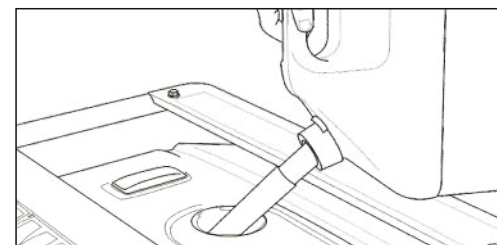

Рисунок 38 – Уровень топлива
• Постепенно заливайте бензин в горловину бака. **Будьте осторожны, не переполняйте бак!** (Рис. 38)